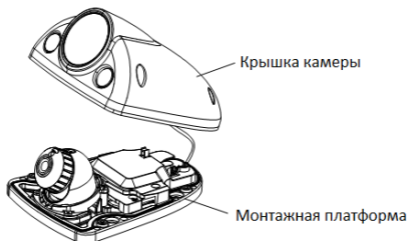

Рисунок 2-3 Демонтаж камеры
3. Произведите демонтаж камеры: ослабьте и удалите 4 винта, располагающихся на крышке камеры, и отделите крышку от монтажной платформы (рисунок 2-3).